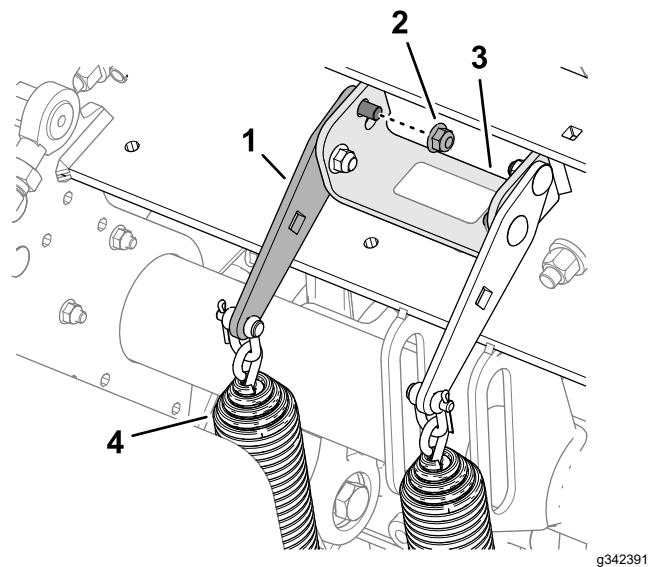

Figura 109
2. Afloje la contratuerca con arandela prensada delantera y el perno de cuello cuadrado que sujetan la placa tensora del muelle al soporte del cabezal de perforación (Figura 109).